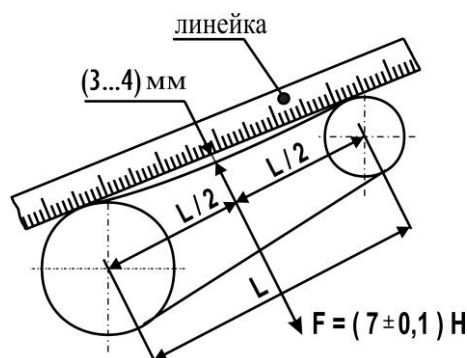

Рис. 9
- проверить натяжение ремней по нижеуказанной схеме (рис. 9)